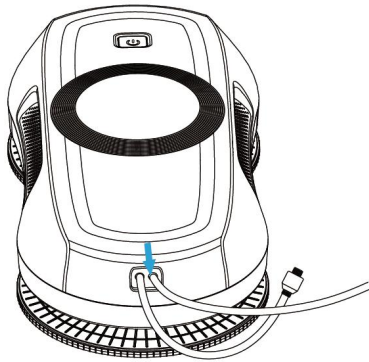
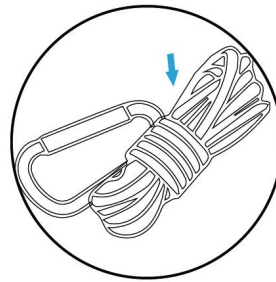
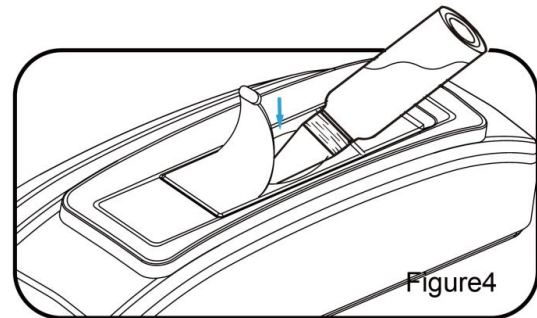

Figure1
Figure2
Figure4
Conformément au diagramme, assurez-vous que le chiffon de nettoyage est placé sur l'anneau de nettoyage et que l'anneau de nettoyage est correctement placé sur la roue de nettoyage afin d'éviter les fuites d'air (Figure 1, Figure 2, Figure 3, Figure 4).
A. Vérifiez que la corde de sécurité n'est pas rompue et que la connexion avec le robot est solide. (Figure 1, Figure 2)
- B. Retournez la machine, retirez l'anneau de nettoyage, ouvrez le couvercle en silicone et ajoutez de l'eau propre et exempte d'impuretés. (Figure1, Figure2, Figure3, Figure4)